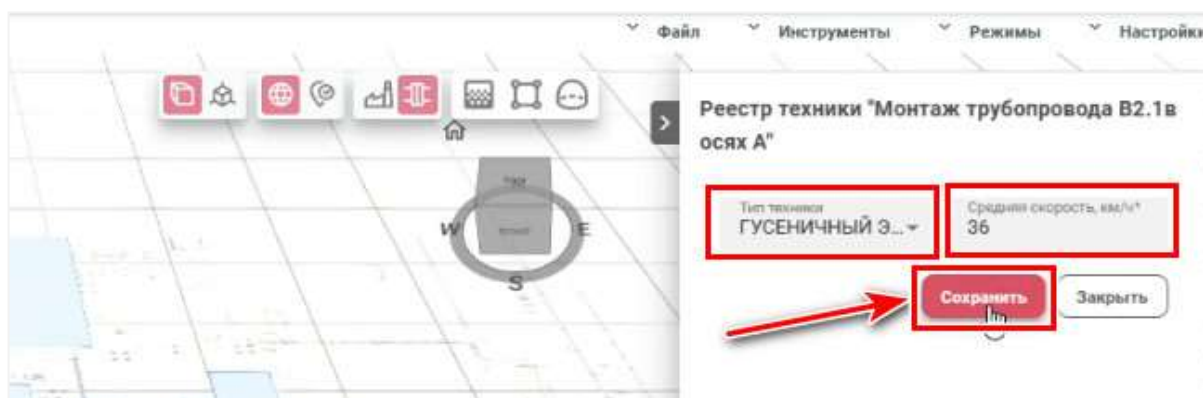

Рисунок 13. Установка параметров транспорта при выполнении привязки техники к работе
- нажать кнопку «Сохранить» для завершения привязки техники к работе (Рисунок 13).
Можно задать маршрут техники, нажав соответствующую кнопку (Рисунок 13).